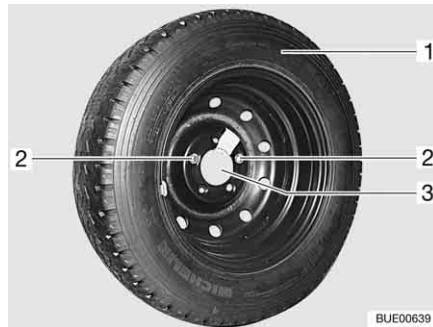

Fig. 297 Soporte para rueda de repuesto en el garaje trasero
- Aflojar los dos tornillos de fijación (Fig. 297,2) con las herramientas de a bordo y extraerlos.
- Retirar la rueda de repuesto (Fig. 297,1) del soporte (Fig. 297,3).